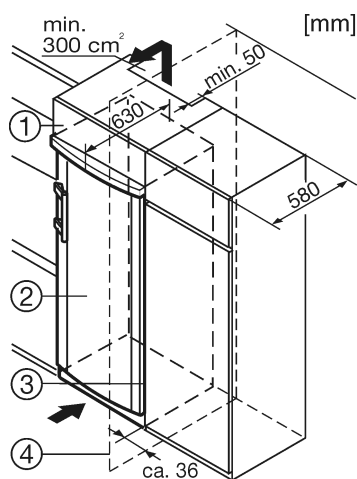

Fig. 7
- (1) Innbyggingsskap (2) Enhet (3) Kjøkkenskap (4) Vegg
Enheten kan bygges inn i kjøkkeninnredningen. For å tilpasse enheten *Fig. 7 (2)* til kjøkkeninnredningens høyde, kan det monteres et tilsvarende innbyggingsskap *Fig. 7 (1)* over enheten.
Ved innbygging med standard kjøkkenskap (dypde maks. 580 mm) kan enheten plasseres direkte ved siden av kjøkkenskapet *Fig. 7 (3)*. Enhetens dør stikker ut 34 mm i sideretningen, og stikker 50 mm lengre frem enn forsiden av kjøkkenskapet. Den kan derfor åpnes og lukkes uten problemer. Viktig med tanke på ventilasjon:
Hvis enheten plasseres med hengslene mot en vegg *Fig. 7 (4)*, må avstanden mellom enheten og veggene være minst 36 mm. Dette tilsvarer hvor mye håndtaket stikker ut når døren er åpen.